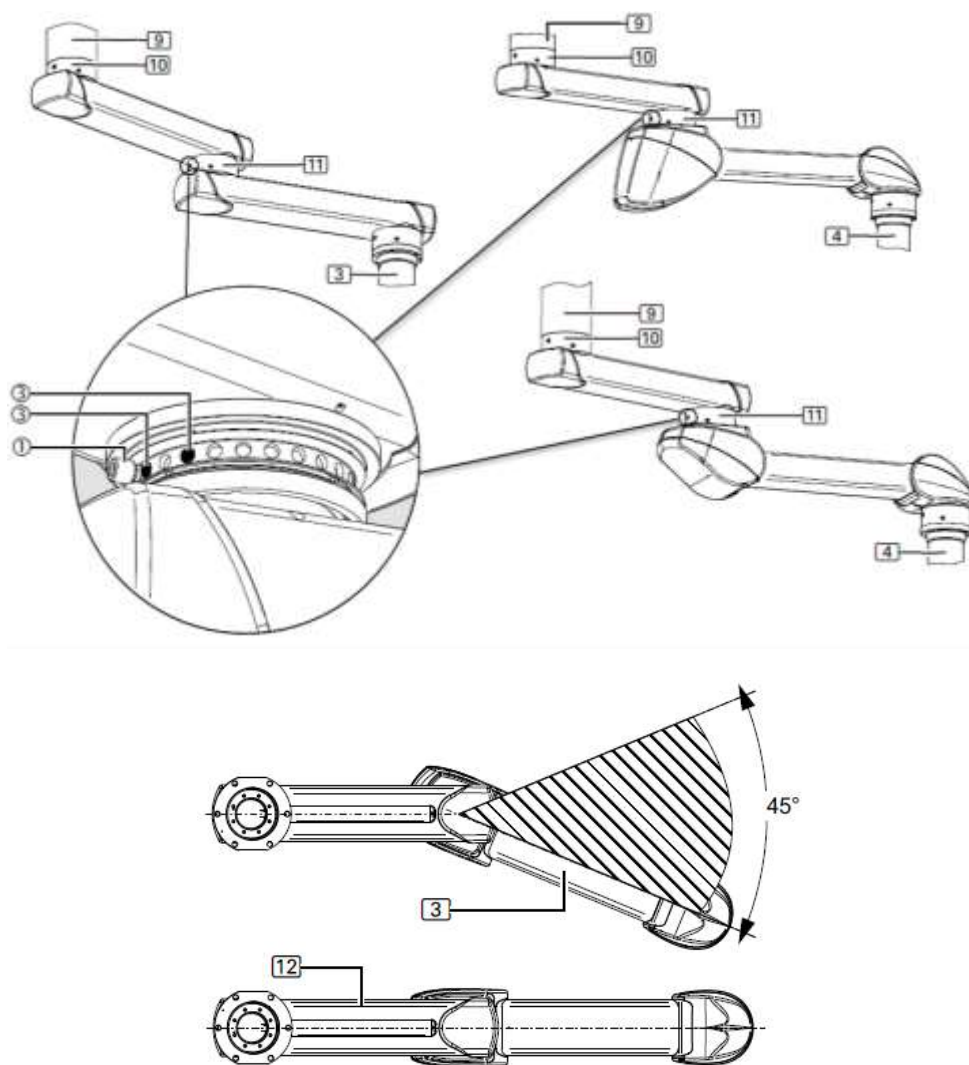

Fig.4 Systeem met dubbele arm en wrijvingslager tussen de armen
- Gemotoriseerde of veearmen: voor versies met dubbele arm en met wrijvingslager tussen beide armen wordt aanbevolen om 2 kogelstoppers ③ te monteren (zie afb. 4). De gedetailleerde afbeelding toont het tussenlager ⑪ (zonder buitenring) en de positie van de stootschroef ① in de kogelstoppers ③.